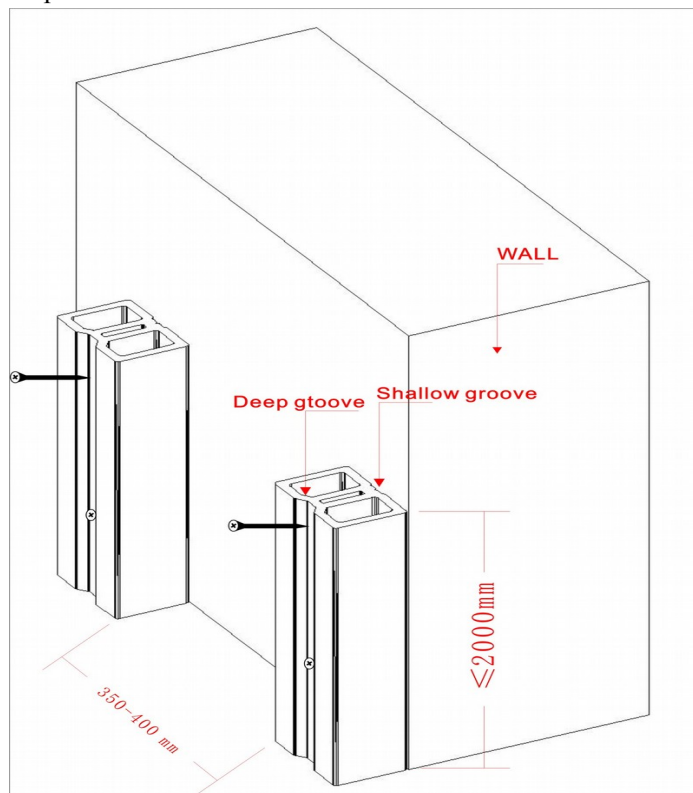

Рисунок 4
- **Длины и расстояния между лагами:** Для грамотного монтажа фасадной облицовки ДПК, опорные лаги не должны в длине превышать 2 метра. Рекомендованное расстояние между рядами опорных лаг — 35-40 см, в некоторых специфических случаях данное расстояние может быть сокращено. При этом, расстояние между рядами лаг в размере 50 и выше см не рекомендуются, т. к. могут привести к деформации панели (см. рис.4). Расстояние между лагами по вертикали должно быть не менее 1% и не более 1,5% длины лаги (т. е. Около 20-30мм при длине лаги 2000мм). Vertical spacing between the joists should not be less than 1% of the length of a single joist,